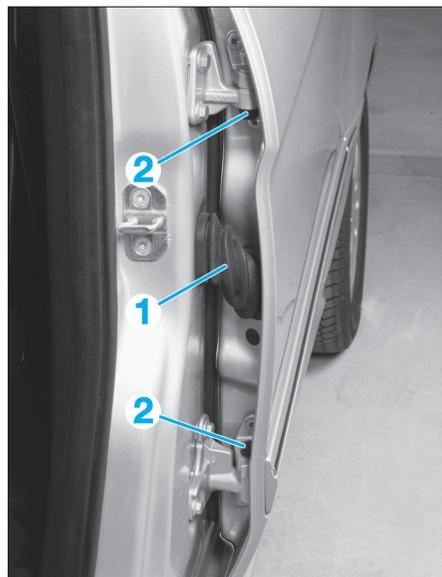

FIG. 48
- Dégrafer le soufflet (1) au niveau du pied milieu et débrancher le connecteur (**Fig.48**).